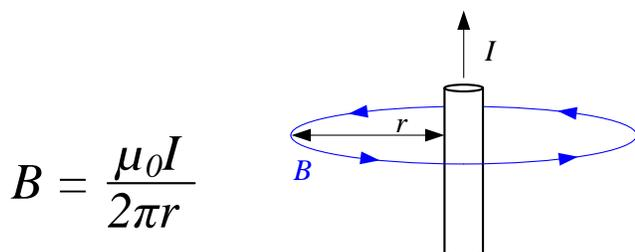

图 1. 安培定律
可用来感应电流的方法有许多种。大多数应用基于测量分流电阻器上的电压来实现这一目的。该方法很难处理高电流 (>100A) 和/或高电压 (>100V)。对于超出这些级别的设计, 基于磁场的电流感应是一种常见的解决方案。在基于磁场的解决方案中, 测量的磁场 (B) 与电流 (I) 成正比, 与到电流承载导体的距离 (r) 成反比 (安培定律), 如图 1 中所示。